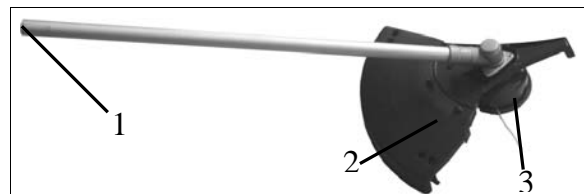

Fig. 6
| (Fig. 6)                                       | outils polyvalents à essence : coupe-gazon |
|  | Pièces et accessoires fournisFig.6 pos.3 |  |